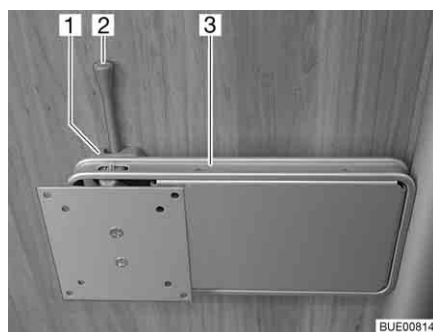

Fig. 73 Fijación en la columna
- Empujar la palanca de desbloqueo (Fig. 73,2) hacia el lado y girar el soporte (Fig. 73,3) junto con la pantalla plana a la posición deseada.
- Girar la pantalla plana hacia la posición inicial hasta que el soporte (Fig. 73,3) engatille en el bloqueo (Fig. 73,1).